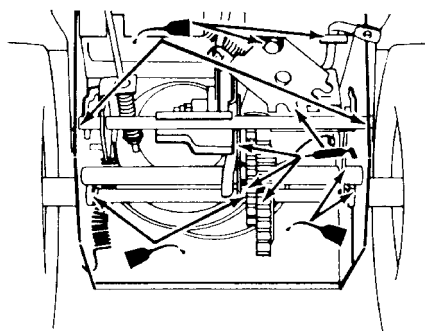

Figure 29
5. Lubrifiez légèrement la déneigeuse avec de l'huile légère comme illustré à la Figure 29.
6. Graissez la déneigeuse comme illustré à la Figure 29.